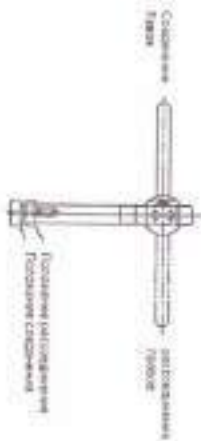

Рис. 2.9. Рычаг гидравлического подвешивания насоса
2.3.6. Подвешивание насоса рычага сцепления (рис. 2.9.)